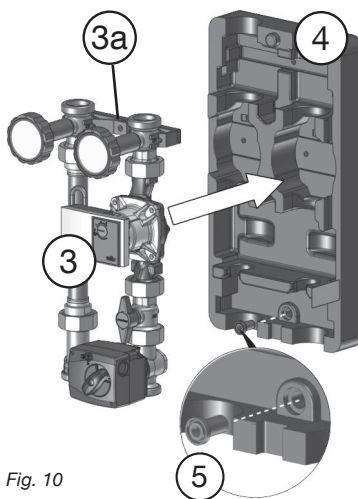

Fig. 10
6. Introduire la pièce intercalaire (5, jointe à la livraison) dans le perçage inférieur de la partie arrière de la coquille d'isolation (4) (fig. 10).
7. Placer le groupe de robinetterie (3) dans la partie arrière de la coquille d'isolation (4).
8. Fixer la station (groupe de robinetterie avec partie arrière de la coquille isolation) sur le mur à l'aide des écrous hexagonaux (clé de 12) livrées. En haut, la station est fixée à l'aide de la fixation murale (3a) et en bas à l'aide de la pièce intercalaire (5) insérée dans la partie arrière de la coquille d'isolation (5).
9. Monter le bloc d'insertion (2).